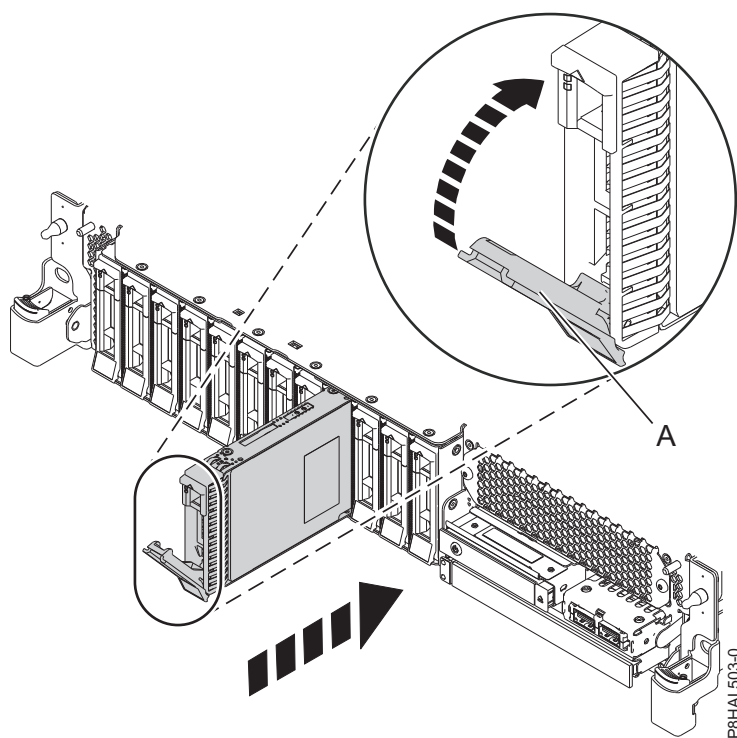
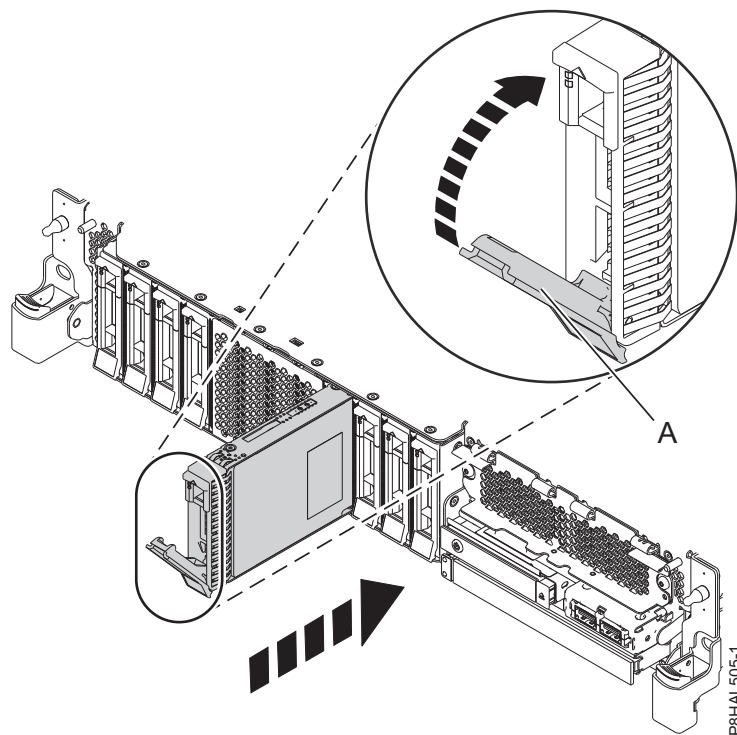

Figura 94. Substitució d'una unitat de disc d'un sistema de funció bàsica
Figura 95. Substitució d'una unitat de disc en un sistema de funció expandida
4. Desbloquegeu la nansa del compartiment d'unitats **(A)** prement-la i estirant-la cap a vosaltres. Si la nansa no s'estén del tot, la unitat no podrà lliscar en el sistema. Consulteu Figura 94 a la pàgina 95 i Figura 95 a la pàgina 95.
8. Quan el LED d'identificació parpellegi per la ranura seleccionada, moveu la unitat al fons de la ranura i pressioneu la nansa del compartiment d'unitats **(A)** fins que quedi bloquejada, tal com es mostra a Figura 94 a la pàgina 95 i Figura 95 a la pàgina 95.